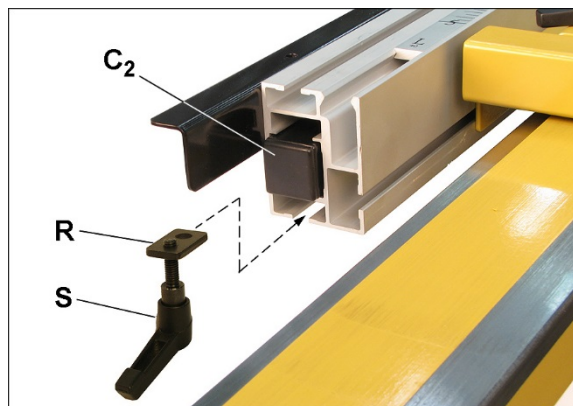

Рисунок 7-22
5. Вставьте Т-образную гайку с фиксирующей рукояткой (R/S, рисунок 7-22) в нижний паз направляющей настройки угла. Затяните фиксирующую рукоятку, чтобы зафиксировать толкатель стола (C₂).